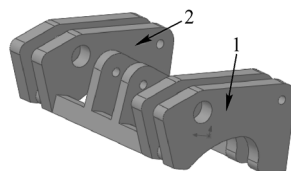
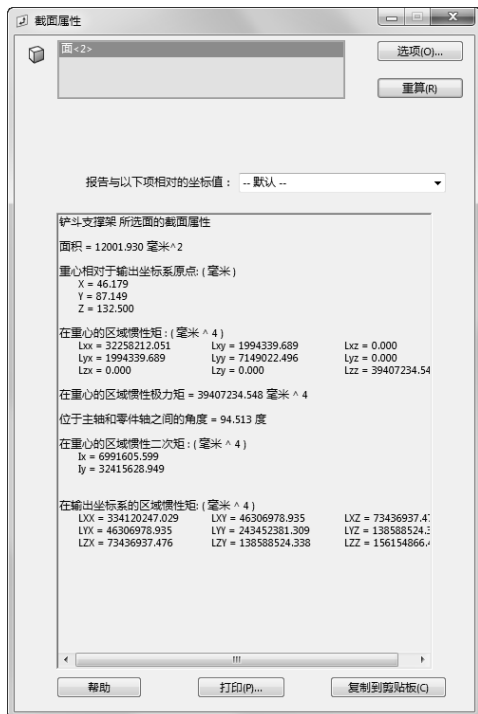

图 8-19 打开的文件实体
图 8-20 “截面属性”对话框 1
2) 单击图 8-19 所示的面 1,然后单击“截面属性”对话框中的“重算”按钮,计算结果出现在该对话框中,如图 8-20 所示。所选截面的主轴和重心显示在视图中,如图 8-21 所示。
截面属性不仅可以查询单个截面的属性，而且还可以查询多个平行截面的联合属性。图 8-22 所示为图 8-19 中所选面 1 和面 2 的联合属性，图 8-23 所示为面 1 和面 2 的主轴和重心显示。